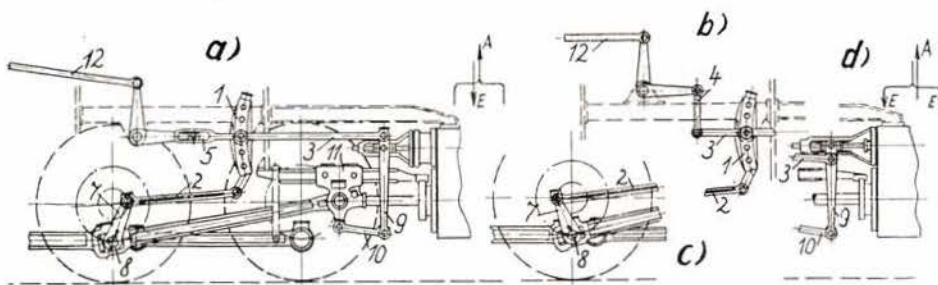

Bild 4 Darstellung der Heusinger-Steuerung
4. Die äußere Steuerung nach Heusinger (Bild 4)
Die im Bild 4 a gezeigte Heusinger-Steuerung ist ebenfalls eine maßstäbliche Darstellung für eine Heißdampfmaschine mit Inneneinströmung. Bei Dampfmaschinen mit Inneneinströmung strömt der Dampf zwischen den zwei Schieberkörpern ein und außerhalb der Schieberkörper aus (siehe Pfeilskizze). Im Gegensatz dazu strömt bei Dampfmaschinen mit Außenein-
Bei Naßdampflokomotiven und allen anderen mit Außeneinströmung arbeitenden Dampfmaschinen ist die Pleuellstange ebenfalls voreilend eingebaut. Außerdem sind die Angriffspunkte am Pleuellhebel vertauscht (siehe Bild 4 d). Die Pleuellstange liegt bei Vorwärtsfahrt im unteren Teil der Pleuellstange.